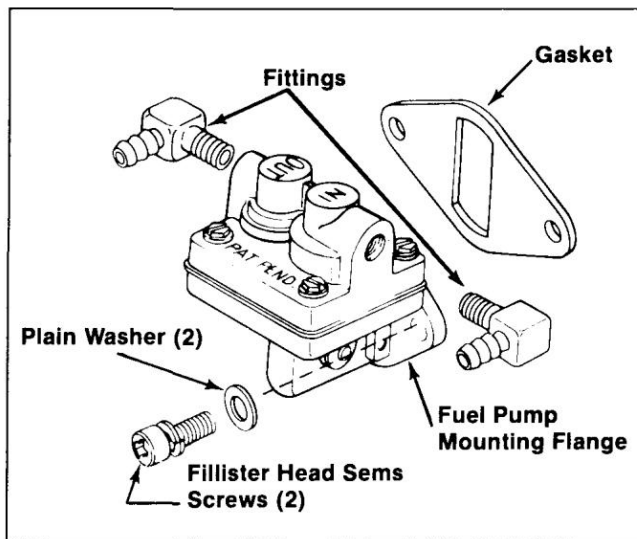

Figure 6-3. Installation de la pompe à carburant.
2. Installez le nouveau joint, la pompe à carburant, les rondelles plates, les rondelles de blocage et les vis à tête bombée. Reportez-vous à la figure 6-3.